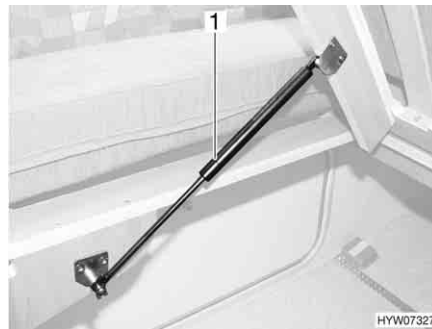

Fig. 65 Lit fixe
- Soulever le sommier à lattes. Les ressorts à pression de gaz (Fig. 65,1) maintiennent le sommier à lattes en position ouverte.